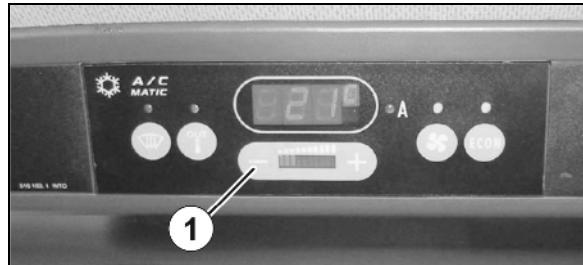

Рис. 186
1. Демонтируйте решетку (Рис. 186/1).